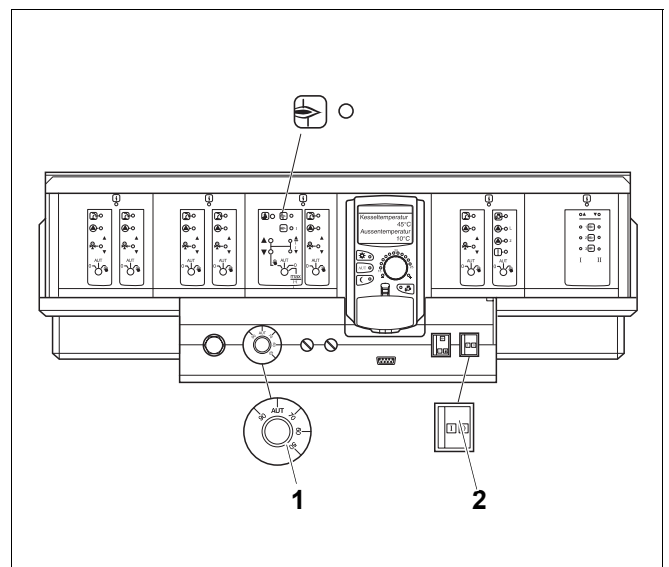

Fig. 2 Aparat de reglare Logamatic din a 4000-a serie
Puneți în funcțiune cazanul prin aparatul de reglare (de exemplu aici (Fig. 2): aparat de reglare Logamatic din seria a 4000-a). Odată cu punerea în funcțiune a aparatului de reglare, puneți în funcțiune în mod automat și arzătorul. Arzătorul poate după aceea să fie pornit de aparatul de reglare. Mai multe informații puteți să obțineți citind instrucțiunile de utilizare ale respectivului aparat de reglare și ale arzătorului.
- Puneți regulatorul temperaturii cazanului (Fig. 2, **Poz. 1**) în poziția "AUT".
- Puneți întrerupătorul "Funcționare" (Fig. 2, **Poz. 2**) în poziția "I" (PORNIT).
- Puneți întrerupătorul "Funcționare" (Fig. 2, pagina 9) în poziția "0" (OPRIT).